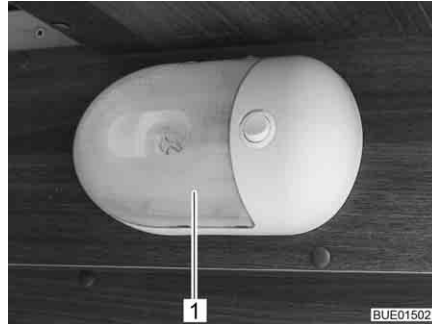

Bild 276 Garagenleuchte
- Transparente Abdeckung (Bild 276,1) vorsichtig auf beiden Seiten zusammendrücken, leicht vom Schalter wegziehen und nach vorn abnehmen.